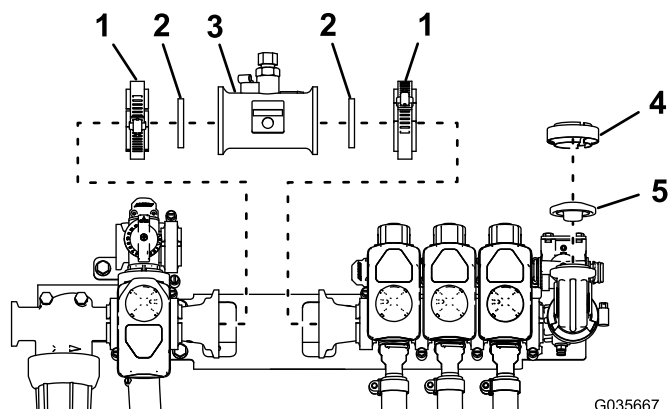

Рисунок 1
3. Ослабьте хомуты с червячными зажимами, которые крепят муфту коллектора к клапану перемешивания и клапану секции в сборе (Рисунок 1).
4. Снимите хомуты, уплотнительные прокладки и муфту коллектора (Рисунок 1).
5. Установите расходомер и две уплотнительные прокладки расходомера, используя только что снятые хомуты (Рисунок 1).
6. Снимите хомут датчика, крышку и уплотнительную прокладку (Рисунок 1).